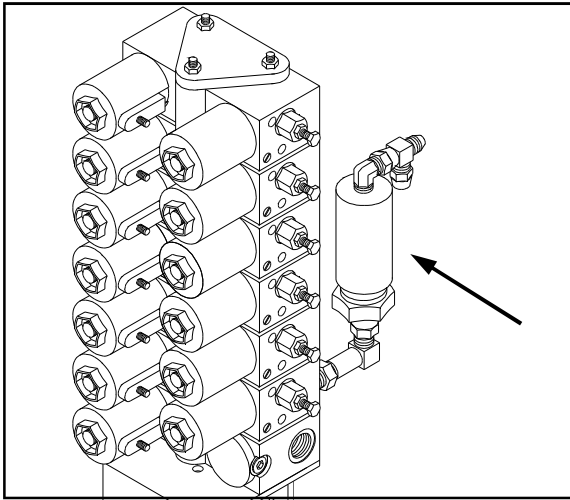
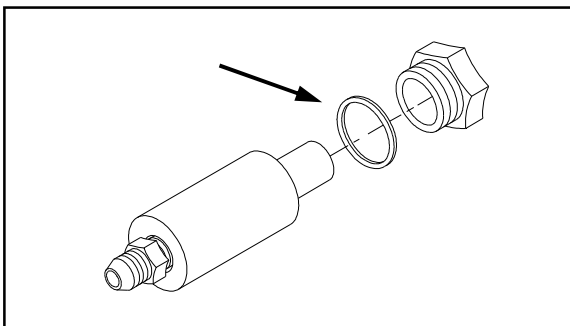

FIG 7.19
FIG 7.20
**VÁLVULAS DE PILA** - Las válvulas en la válvula de pila de control del elevador están protegidas por un filtro de bronce sinterizado de 90 Micrones (fig. 7.19). Cuando se quita el filtro para la limpieza, se debe tener precaución para que la junta esté en el lugar apropiado al instalar de nuevo (fig. 7.20). También, instale de nuevo el filtro prestando atención a la dirección del flujo para que el final delimitado como "OUT" esté orientado correctamente.